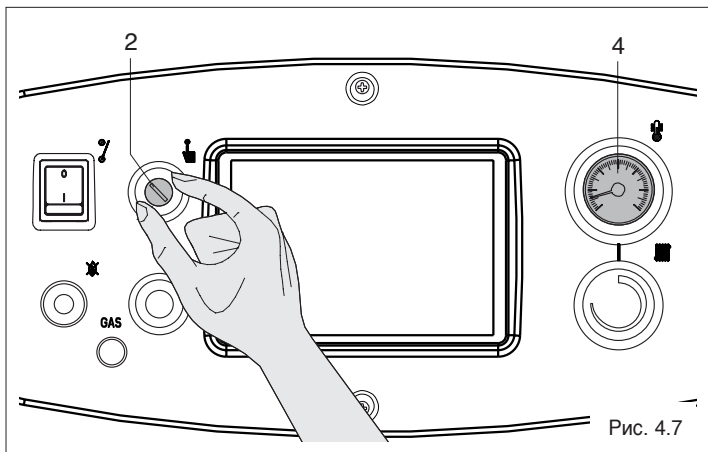

Рис. 4.7
При срабатывании предохранительного термостата котёл останавливается, при этом не загорается никаких световых индикаторов на панели управления. Однако его срабатывание можно обнаружить по термометру котла (4, Рис. 4.7).
- Снимите колпачок с предохранительного термостата (2, Рис. 4.7)